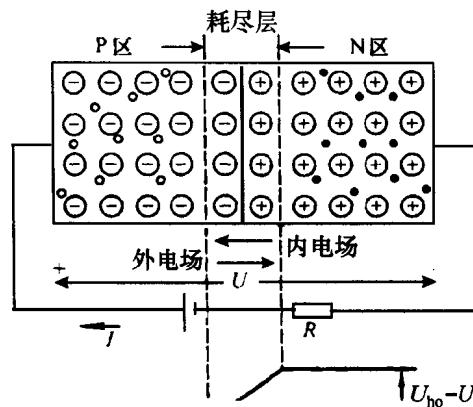

图 1-5 PN 结加正向电压时导通
1) PN 结加正偏压时(P 区为正, N 区为负, 如图 1-5 所示), PN 结变薄, 势垒变低, 有利于多数载流子扩散, 不利于少数载流子漂移, 从而产生正向电流。